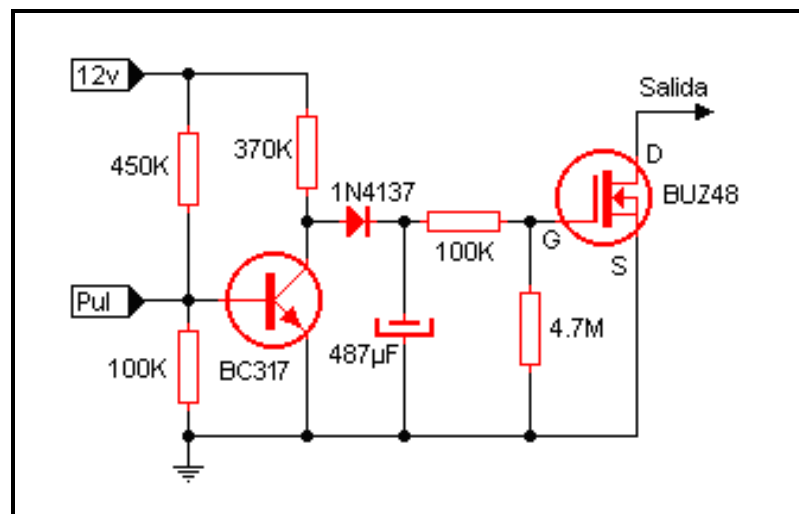

Figura 5.15. Circuito de Luz Interior Temporizada.
4.1. Conecte el circuito como se muestra en la figura 5.15.